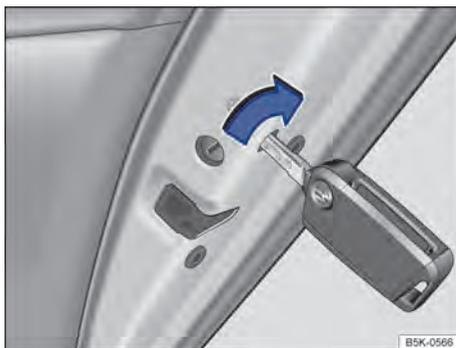

Fig. 71 Na parte dianteira da porta traseira direita: travamento de emergência do veículo com a chave do veículo.
- Inserir a haste da chave na fenda e girar → Fig. 71.